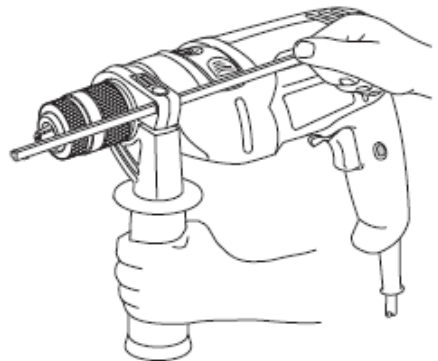

FIGURA 4
2. Ajuste la guía de profundidad (Ítem 8 de la figura 1) en el orificio de montaje como ilustrado en la figura 4, ajuste la profundidad de perforación deseada, apriete el mango de apoyo girando el puño en sentido horario.